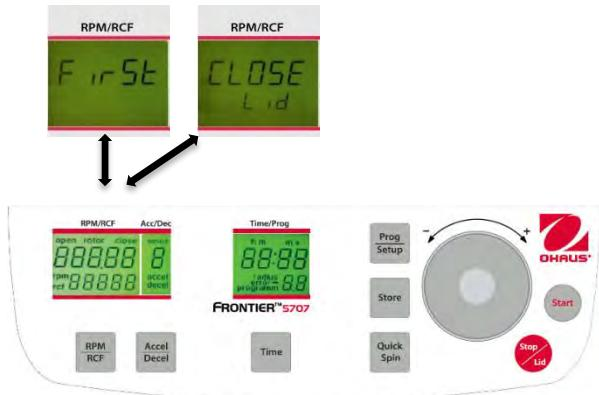
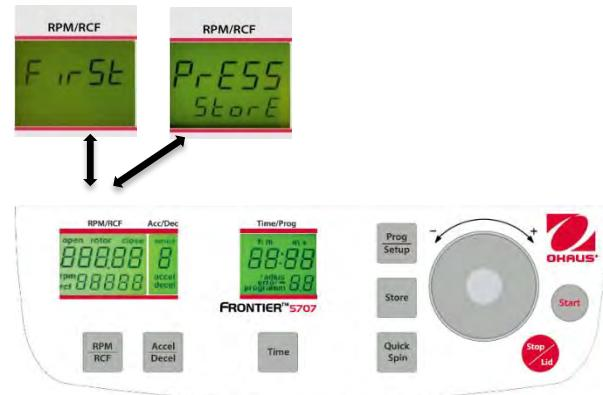

Figure. 21
Figure. 22
Fermer le couvercle de la centrifugeuse. Procéder dorénavant selon la description précédente afin de définir tous les paramètres importants de la centrifugation. Si le couvercle n'est pas fermé lors de la mémorisation du programme, les mots "FirSt" et "CLOSE Lid" (voir la figure 21) clignotent alternativement sur l'affichage "RPM/RCF" (A-1). Si la centrifugation doit être démarrée sans mémorisation du programme, les mots "FirSt" et "PrESS StoreE" (voir la figure 22) clignotent alternativement sur l'affichage "RPM/RCF" (A-1).
Pour adapter les données, appuyer sur la touche "Store" (2) (voir les figures 21 et 22) pendant 1 seconde environ. Si le programme est correctement mémorisé, le mot "StorE" apparaît sur l'affichage "RPM/RCF" (A-1). Ceci aura pour effet de faire disparaître le mot "programm" (M10).